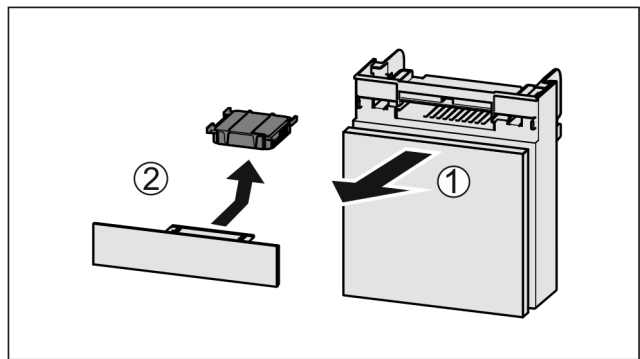

Fig. 142
- ▶ Lade vanaf de voorkant eruit trekken Fig. 142 (1).
- ▶ Actiefkoolfilter verwijderen Fig. 142 (2).